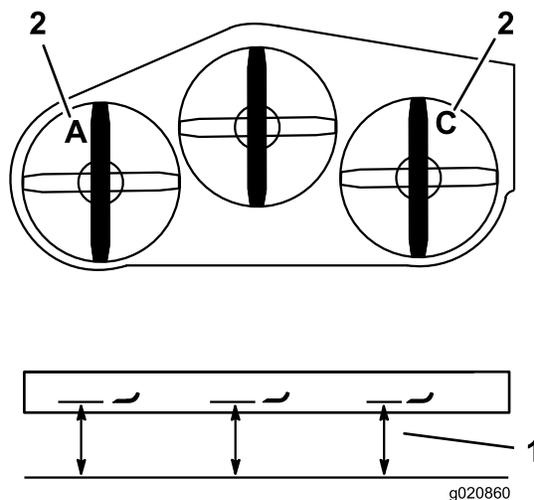

Рисунок 85
3. Измерьте высоту левого ножа в точке **A** от горизонтальной поверхности до режущей кромки на конце ножа и запишите результат измерения (Рисунок 85).
4. Измерьте высоту правого ножа в точке **C** от горизонтальной поверхности до режущей кромки на конце ножа и запишите результат измерения (Рисунок 85).
7. С помощью регулировочных болтов на вилках в точках **A** и **C** установите правильную высоту (Рисунок 85).
3. Измерьте высоту правого ножа в точке **C** от горизонтальной поверхности до режущей кромки на конце ножа и запишите результат измерения (Рисунок 85).